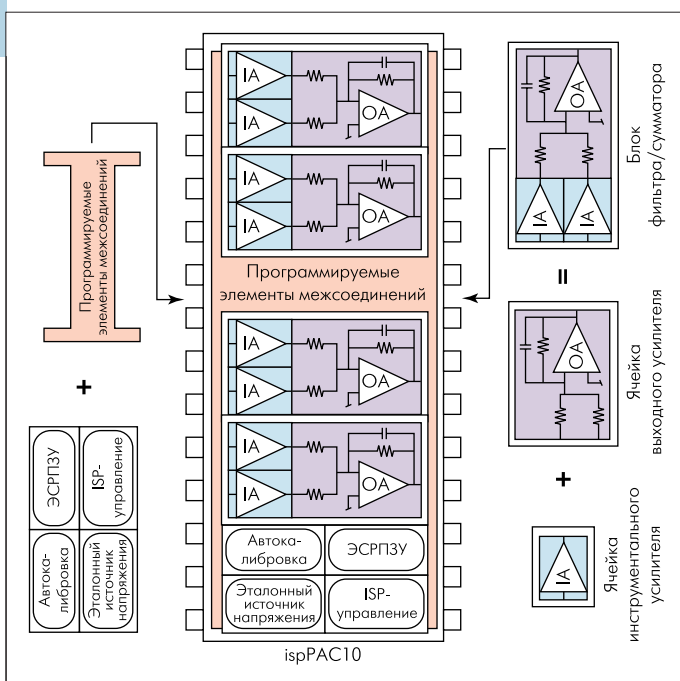

Рис. 1. Структура микросхемы семейства ispPAC
- программируемые элементы межсоединений (ARP – Analog Routing Pool) (рис. 1).